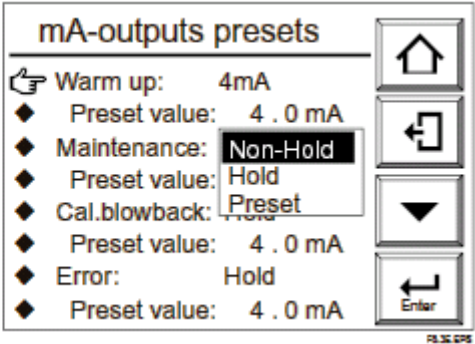

图 8.3
- (2) 从该显示（图 8.2）中选择期望的显示值。图 8.3 显示了维护选择的例子。选择期望的输出状态。
- (3) 如果选择了预设值，要设置相应的输出电流。如果在屏幕上显示维护状态时选择了一个预设值，就会出现数字输入显示。输入你想要用的电流值。如，设置 10mA，就键入 010 并按 [ENTER] 键完成设置。设置范围是 2.4~21.6mA。